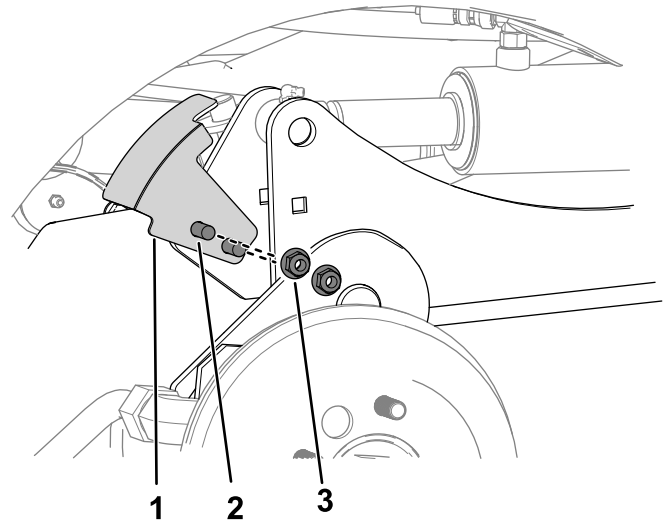

图 8
5. 用 2 个托架螺栓和 2 个螺母 $\frac{3}{8}$ 英寸将传感器支架固定到右提升臂图 8。